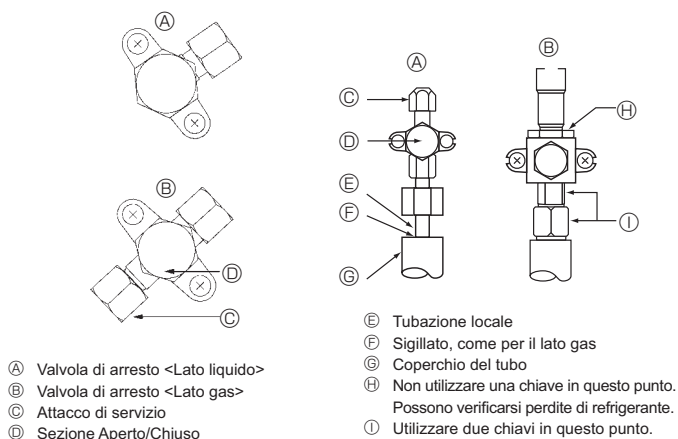

Fig. 4-5
4.4. Tubo del refrigerante e metodo di verifica tenuta (Fig. 4-5)
- Un calo di pressione nelle fasi (2) o (3) indica una perdita di gas. Cercare le cause della perdita.